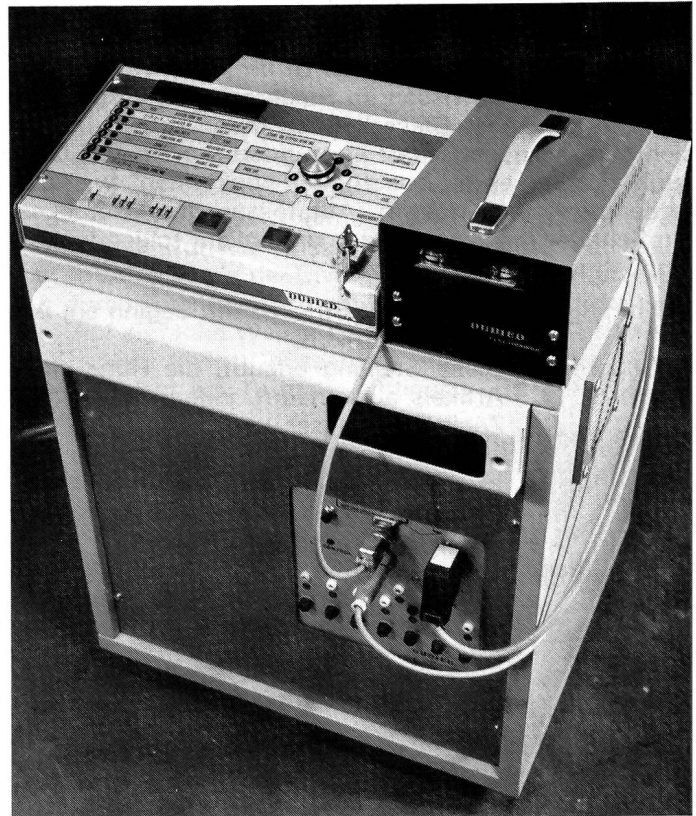

Bild 4
Der Steuerschrank (Bild 4) enthält einen Mikro-Prozessor mit Magnetspeicher, welcher alle Daten, auch nach dem Abschalten der Maschine, für eine unbegrenzte Zeit beibehält.
portgrößen sind keine Grenzen gesetzt. Die Eingabe von Musteranweisungen kann direkt an der Tastatur des Rechners (1 Abb. 4) erfolgen, alternativ über ein Terminal (2 Abb. 4), das wahlweise für mehrere Maschinen eingesetzt werden kann. Ein breites Anzeigefeld am Rechner dient zur Kontrolle von Änderungen an Mustern, zur Information im Klartext, auch dann, wenn kein Terminal angeschlossen ist.
Abb. 4 Die Musterinformationen können an der Tastatur des Rechners (1) oder an der des Terminal (2) eingegeben werden. Die Einstellung der Schlösser wird während dem Stricken für jede Schlittenreihe an der Anzeige oberhalb der Tastatur am Rechner angezeigt.